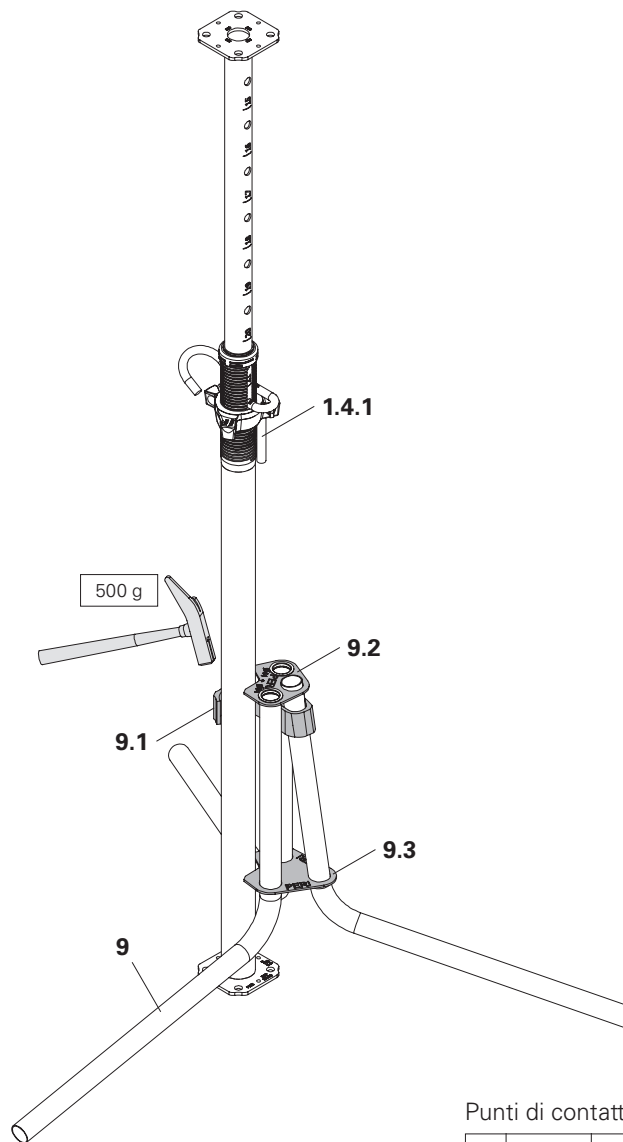

Fig. A1.03
1. Appoggiare il puntello per solai pre-assemblato al treppiede Ø44-64 mm (9). (Fig. A1.03)
2. Bloccare la fascia di serraggio (9.1) con il martello. (Fig. A1.03)